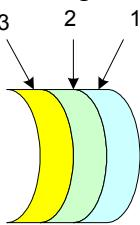

Рис. 284
3) Кинескопы. Кинескопы относятся к комбинированным ЭЛТ, то есть они имеют электростатическую фокусировку и электромагнитное отклонение луча для увеличения чувствительности. Основным отличием кинескопов от ЭЛТ является следующее: электронная пушка кинескопов имеет дополнительный электрод, который называется ускоряющим электродом. Он располагается между модулятором и первым анодом, на него подаётся положительное напряжение в несколько сотен вольт относительно катода, и он служит для дополнительного ускорения электронного потока. Вторым отличием является то, что экран кинескопа, в отличие от ЭЛТ, трёхслойный (смотрите рисунок 284).